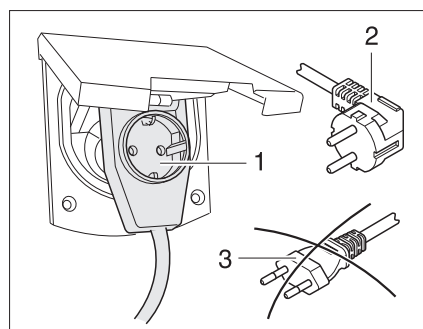

Fig. 288 Collegamento a un connettore a gomito con presa
► Se si utilizza un connettore a gomito CEE 17 con presa sul retro (Fig. 288,1), utilizzare solo una spina IP 44 con isolamento di gomma e sigillata con contatto di terra (Fig. 288,2). Non utilizzare spine senza contatto di terra (Fig. 288,3). Pericolo di folgorazione elettrica!